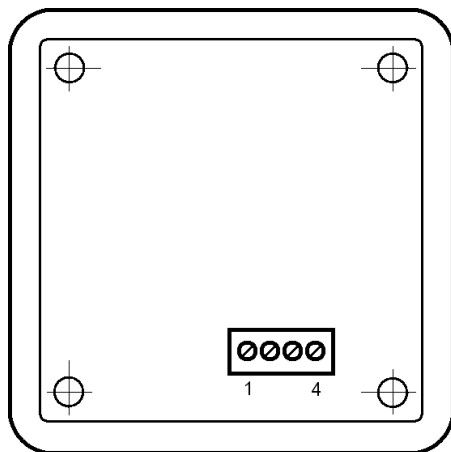

Рис. 4
6.3. Первичный блок (см. Рис.4) монтируется в непосредственной близости от измерительного конденсатора, образованного чередующимися потенциальными электродами, встраиваемыми в шахте зерносушилки, и воздушными коробами. Измерительный конденсатор, как и термопреобразователь, монтируется в конце зоны охлаждения перед выпускным устройством. Выходной токовый сигнал и потенциал, падающий на термопреобразователе, передаются по кабелю в диспетчерскую, на входы контроллера.